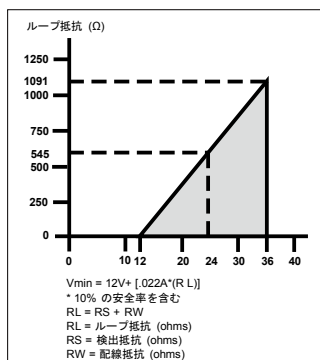

図5 負荷限度
4 ～ 20 mA の出力に必要な電圧は回路のループ抵抗によって決まります。任意のループ抵抗 (RL) に必要な最小電源電圧 (Vmin) が記載されている図5を参照してください。